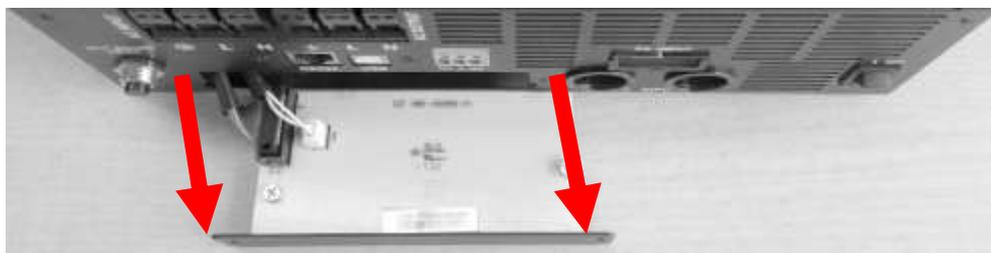

Figure 10 : Retirez le panneau factice.
2. Tirez avec précaution le mannequin beige comme indiqué à la Fig. 10. Veillez à ne tirer les câbles attachés que dans la mesure où cela est absolument nécessaire. N'utilisez pas une force excessive.